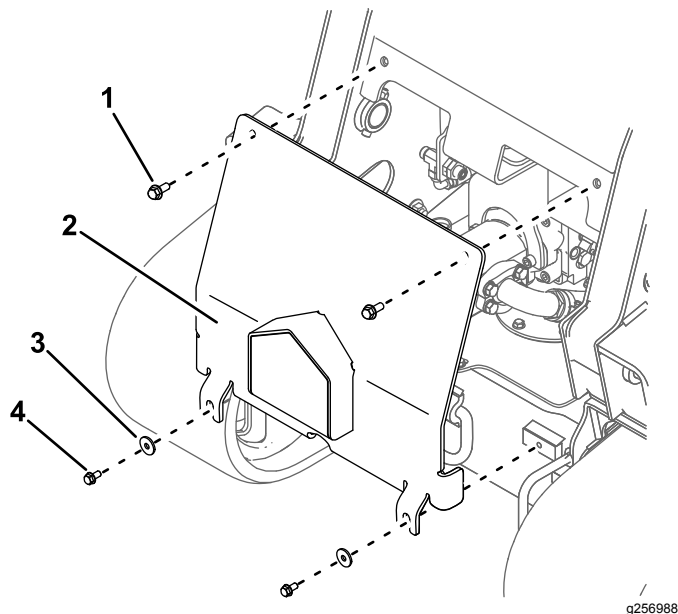

Рисунок 2
2. Снимите переднюю крышку (Рисунок 2).